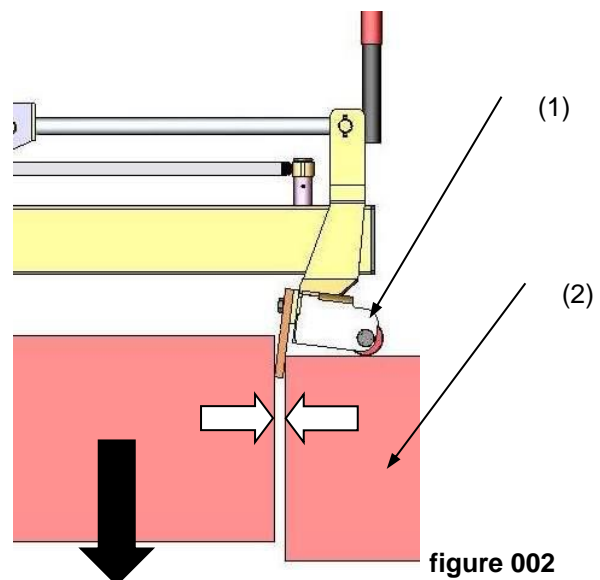

figure 002
- Monter le galet de stabilisation (1) conformément à la **figure 002**.
- Soulever une bordure, positionner l'appareil (VZ-HS) tout contre la bordure déjà posée (2), et positionner le galet de stabilisation.